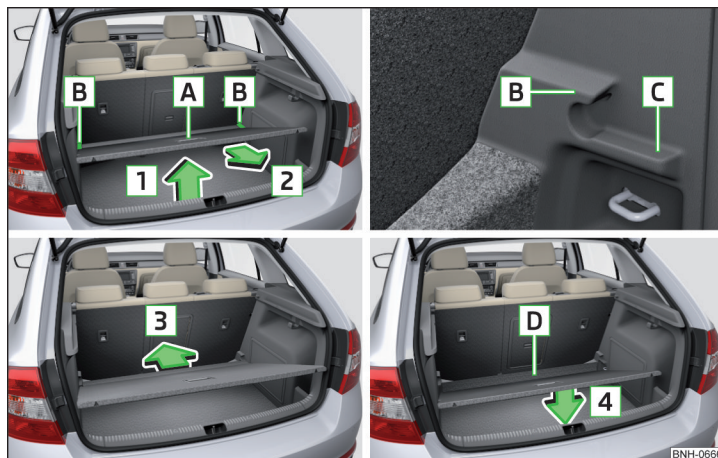

Abb. 112 Variablen Ladeboden in die obere/untere Position einstellen
- Den variablen Ladeboden am Griff [A] in Pfeilrichtung [1] anheben und teilweise in Pfeilrichtung [2] verschieben » Abb. 112.